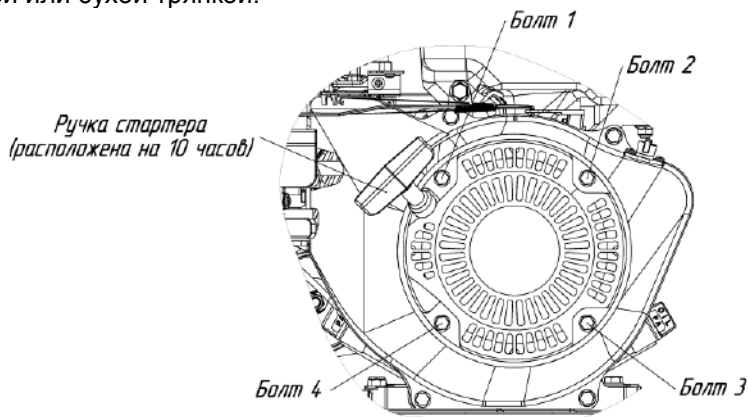

Рис. 17. Схема крепления стартера на двигателе
- открутить 4 болта (см. рис.17);
- установить стартер на место таким образом чтобы ручка стартера была расположена на 10 часов (см. рис.17);
- закрутить 4 болта (см. рис.17).